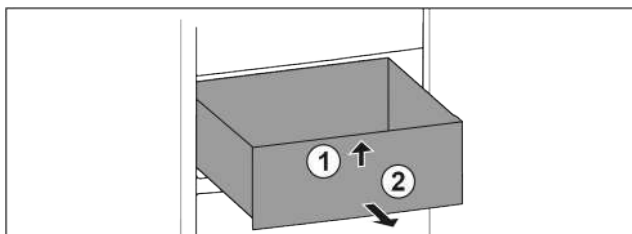

Fig. 75
- Приподнимите выдвижной ящик спереди. Fig. 75 (1)
- Извлеките выдвижной ящик движением вперед. Fig. 75 (2)